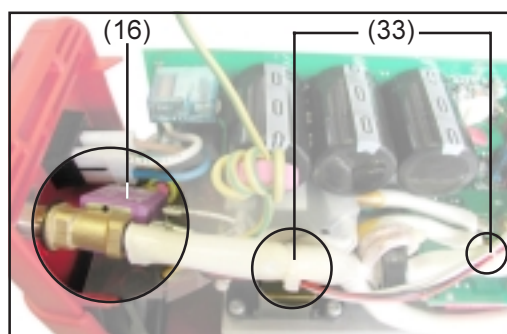

Abb. 6
- Kabelbinder (33) durchtrennen
- TP 1500 TIG: Gasmagnetventil (16) zur Seite schwenken (Abb.6)